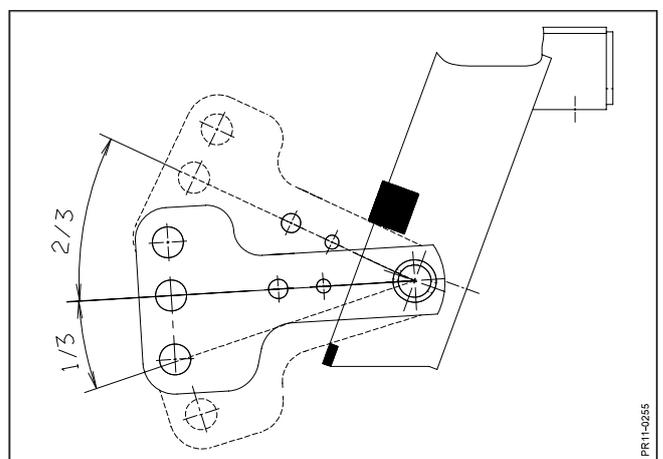

Fig. 2-24
**Fig. 2-24:** Prüfen, ob der Schwenkarm sich ca. 1/3 nach unten und ca. 2/3 nach oben bewegen kann, wenn das Schneidwerk auf dem Boden steht und die Anbauvorrichtung in Arbeitsstellung ist, um zu kontrollieren, daß die Maschine genügend Boden Anpassung hat. Einstellung wird durch Heben bzw. Senken des rechten Oberlenkers vorgenommen.